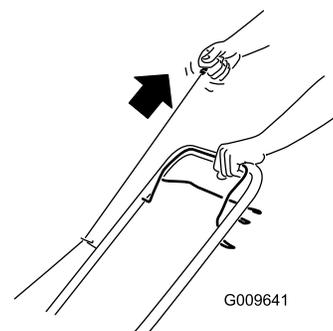

Figura 12
3. Puxe o manípulo do arrancador de retrocesso (Figura 12).